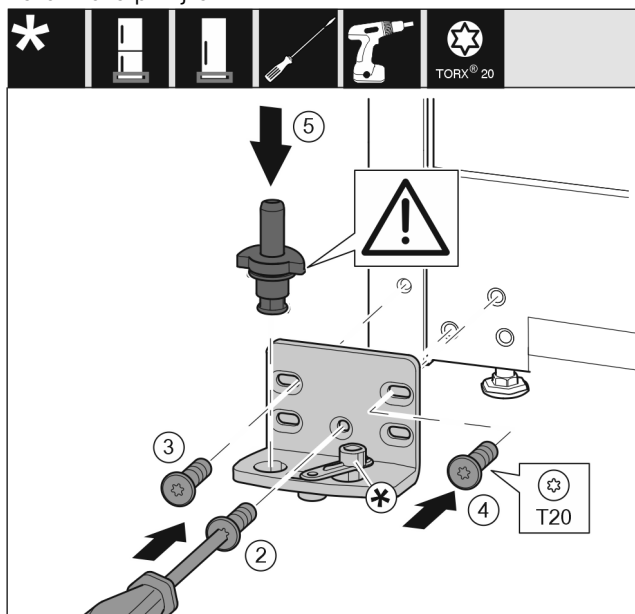

Fig. 16
- Ležajni podstavek namestite na drugo stran in ga po s pomočjo izvijača. Pričnite z vijakom Fig. 16 (2) spodaj na sredini.
- Privijte vijak Fig. 16 (3) in vijak Fig. 16 (4).
- Vstavite ležajni sornik Fig. 16 (5) do konca. Pri tem pazite na to, da je zaskočni zapah obrnjen nazaj.